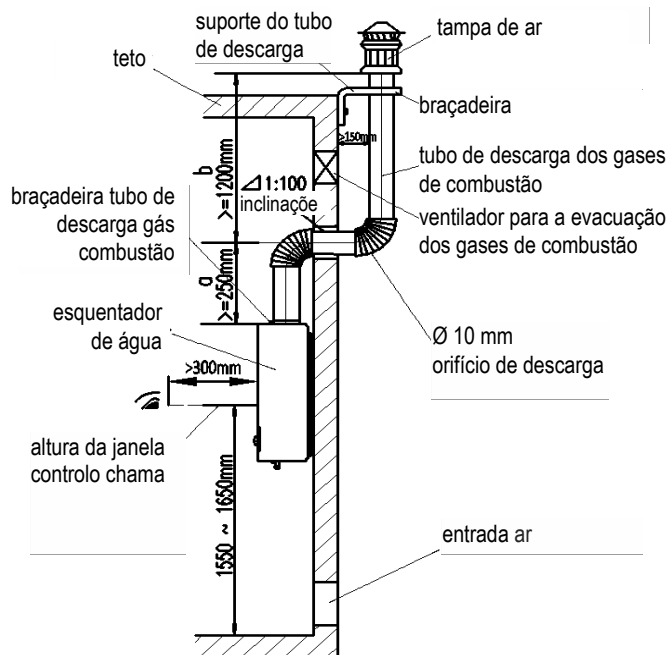

Fig. 9
4. Instalação do tubo de descarga dos gases de combustão. Como este esquentador de água é do tipo equipado com tubo de descarga dos gases, este tubo de descarga deve ser instalado (Fig. 9). Os requisitos específicos estão listados abaixo:
- ☐ Efetuar os orifícios adequados na parede, de acordo com as dimensões exatas do esquentador de água. (Fig. 9)
- Para a função de proteção contra a obstrução do tubo de descarga, é necessário instalar o último como mostrado na Fig. 9. É muito importante manter as dimensões de  $1450 \text{ mm} \leq a + b \leq 1850 \text{ mm}$ . A estanqueidade do tubo de descarga de gás deve ser adequada. Após a instalação do tubo, certificar-se que o esquentador de água funciona normalmente.